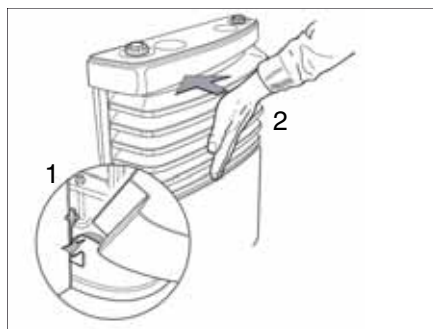

Fig. 108 Applicazione della copertura del riscaldamento
- Montare la copertura del riscaldamento agganciandola nei supporti inferiori (Fig. 108,1).
- Richiudere la copertura facendo innestare la leva di bloccaggio con uno scatto udibile (Fig. 108,2).